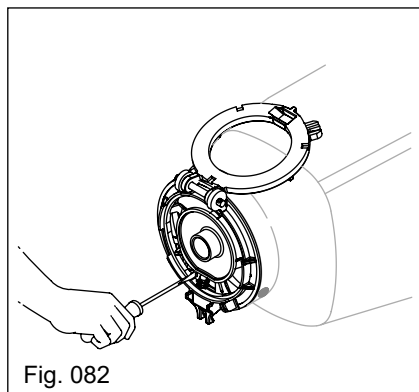
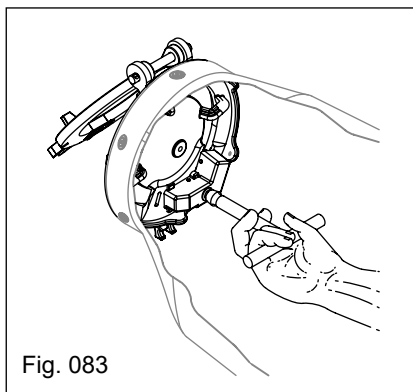

Fig. 082
Fig. 083
- solte o parafuso que prende a caixa distribuidora de sementes utilizando uma chave de fenda (Fig. 082) e uma chave passante para retirar a porca (Fig. 083);